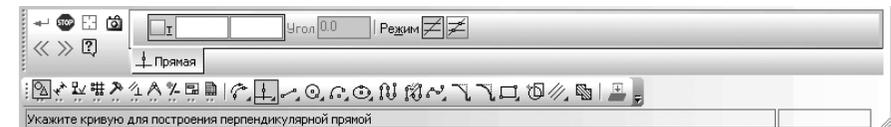

Рис. 8.65. Панель свойств: Перпендикулярная прямая, Компактная панель с нажатой кнопкой Перпендикулярная прямая и строка сообщений
**Панель свойств: Перпендикулярная прямая, Компактная панель**, с нажатой кнопкой **Перпендикулярная прямая**, и строка сообщений показаны на рис. 8.65.